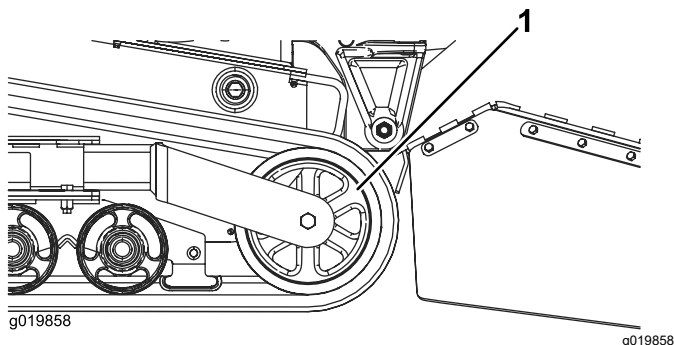

Figura 47
5. Empurre a roda tensora para trás o máximo possível (Figura 47).
7. Quando a lagarta estiver fora da roda tensora, retire-a da máquina (Figura 47).